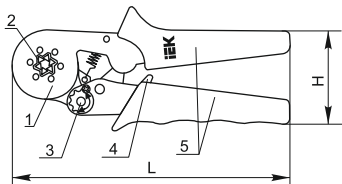

Рисунок 2
4.2 Клещи КО-03Е, КО-04Е, КО-08Е (рисунок 2).